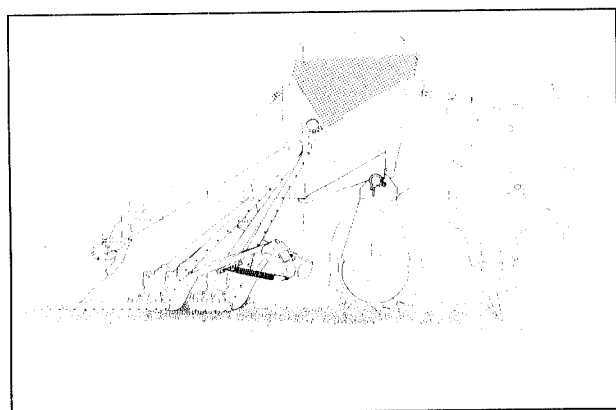

Fig. 5
- **AMAZONE-ROTORGRUBBER** med **Påbygningssåmaskine med normalskær**(fig.5) til alle jordtyper(også ekstrem svære og stenrige jorde) med eller uden forarbejde med grubber eller plov, uden og med lidt organisk masse på overfladen.